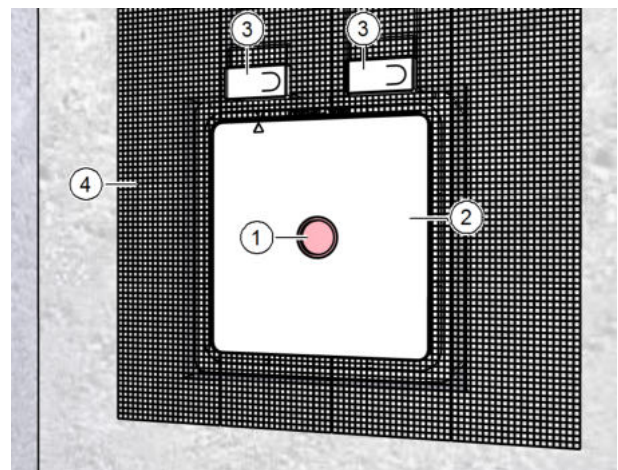

Abb. 21: Mauerkasten im Innenbereich einputzen
- ▶ Achten Sie darauf, dass der Signaldeckel (Pos. 1 in Abb. 21) im Putzschutzdeckel (Pos. 2 in Abb. 21) sitzt.
- ▶ Achten Sie darauf, dass die Putzschutzdeckel (Pos. 3 in Abb. 21) in den 90°-Winkeln sitzen.
- ▶ Bringen Sie das Putzgewebe M-WRG-PG (Pos. 4 in Abb. 21) auf den Mauerkasten und die Massivwand an.